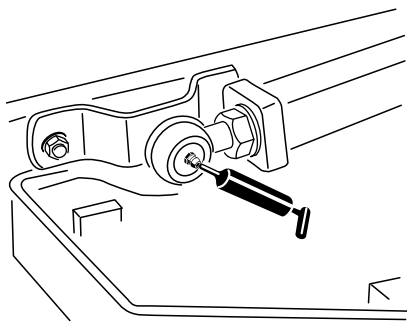

Figura 42
- Articulaciones de bola de los brazos de elevación (2) (Figura 42).